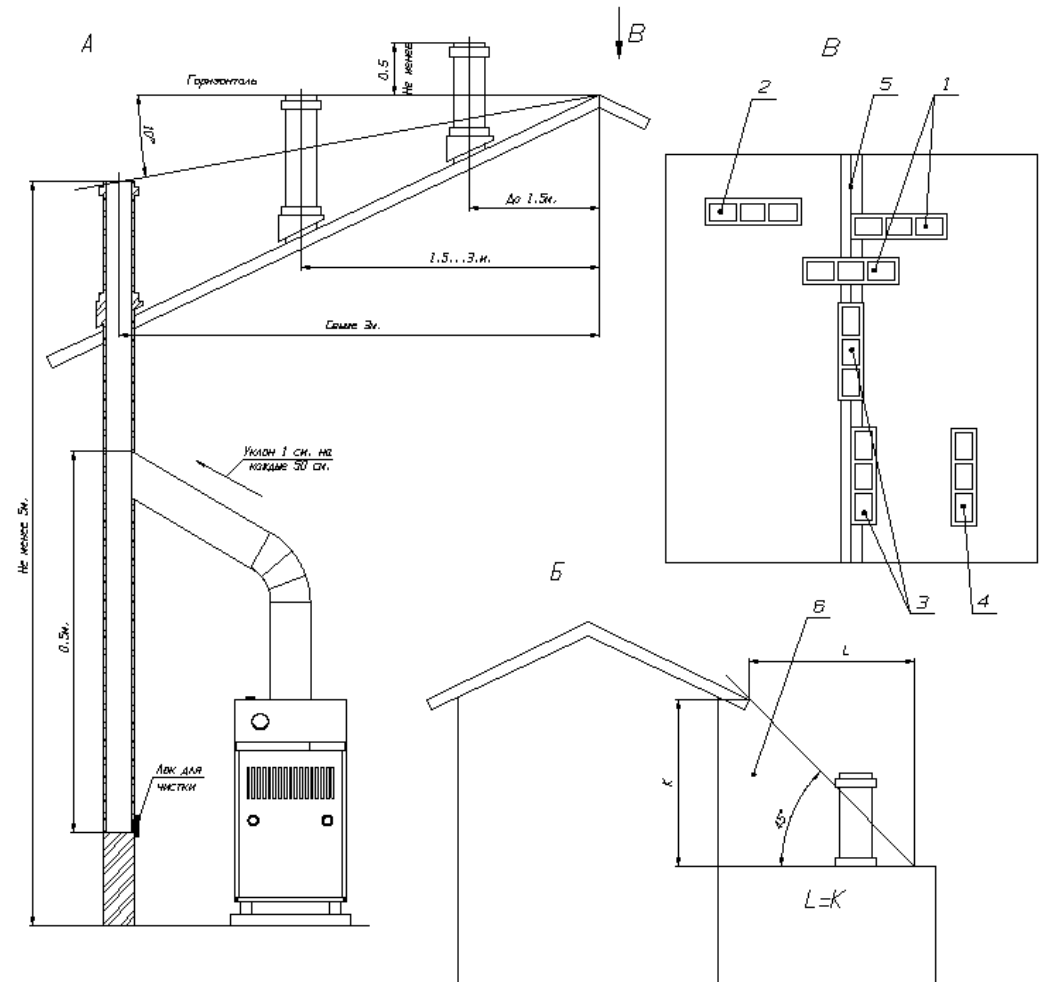

Рис. 4 Схема установки дымовой трубы.
- высота трубы над крышей должна быть не менее размеров, указанных на рис. 4, обратите внимание на положение оголовка трубы с несколькими каналами относительно конька крыши. Запрещается подключать котел к дымовой трубе камина;
При монтаже котла обратить особое внимание на правильность изготовления дымохода (высота дымовой трубы, диаметр дымохода, исключить размещение оголовка дымовой трубы в зоне ветрового подпора, теплоизоляция дымовой трубы и т.д, см рис.4 «Схема установки дымовой трубы»).